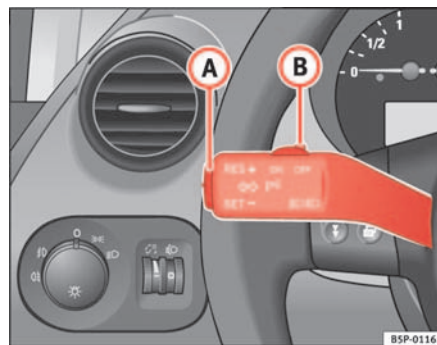

Fig. 144 Leva degli indicatori di direzione e degli abbaglianti: l'interruttore e il tasto di comando del regolatore di velocità
- Premere la parte superiore del tasto **RES** ⇒ fig. 144 **A** per aumentare la velocità. La velocità sale finché si tiene premuto il tasto. Il sistema memorizza come parametro di riferimento la velocità raggiunta nel momento in cui si lascia andare il tasto.
Se si riduce la velocità schiacciando il pedale del freno, il regolatore si disattiva. Per riattivare il regolatore di velocità si deve premere una volta sulla parte superiore del tasto **RES+** ⇒ pag. 181, fig. 144 **(A)**.